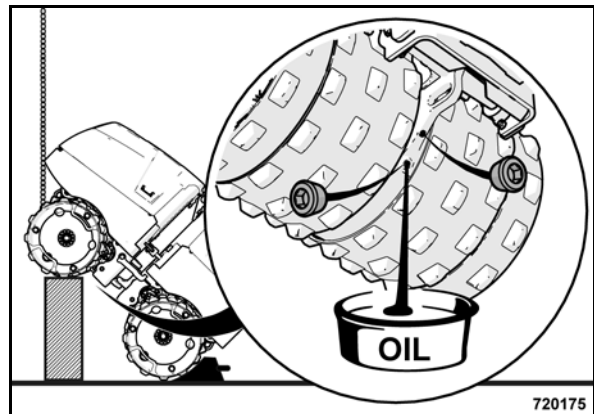

Рис. 103
- Выкрутить сливную и вентиляционную резьбовую пробку на переднем ободу (Рис. 103).